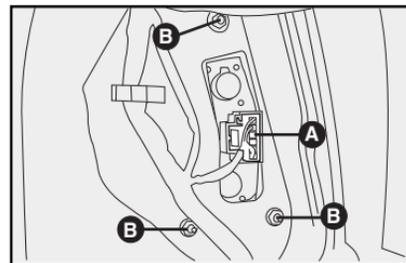

fig. 41
2) quite el conector **A-fig. 41**;
3) quite los tornillos **B-fig. 41** que fijan el grupo de luces;